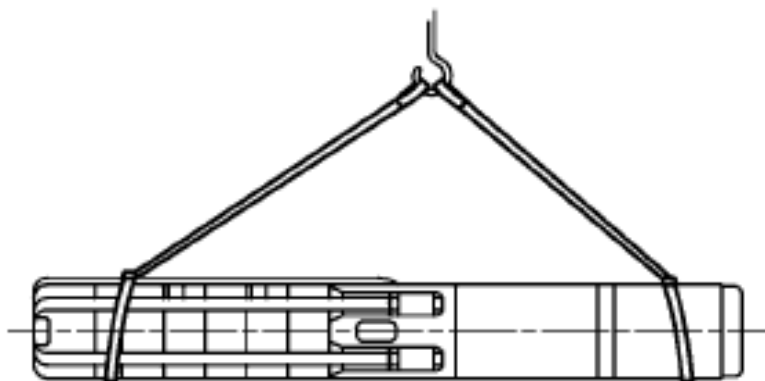

Рис. 4
7.3 В процессе погрузки и выгрузки агрегатов не допускать их ударов между собой, падений с транспортного средства, резких толчков (схема строповки см. рис. 4). Не допускать положений, при которых агрегат мог бы подвергаться излому.